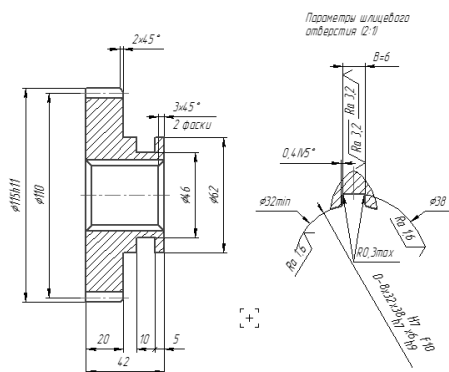

Рисунок 57
- Нажмите кнопку  **Редактировать** на вкладке **Эскиз**. Открылось окно программы КОМПАС-График. Удалите из эскиза ненужные элементы таким образом, чтобы ваш эскиз соответствовал рис. 57. Нажмите кнопку  **Сохранить** на панели инструментов системы КОМПАС.